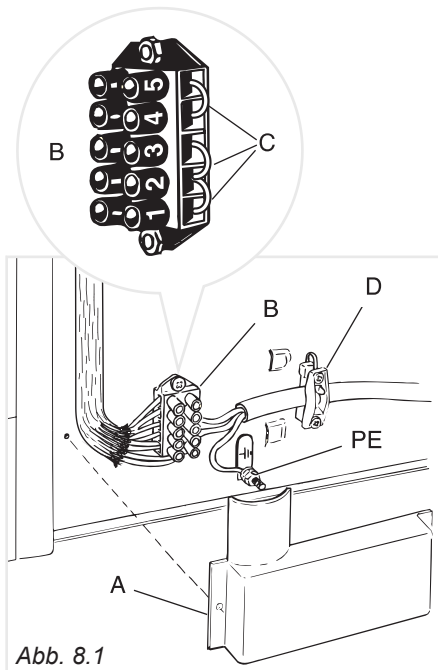
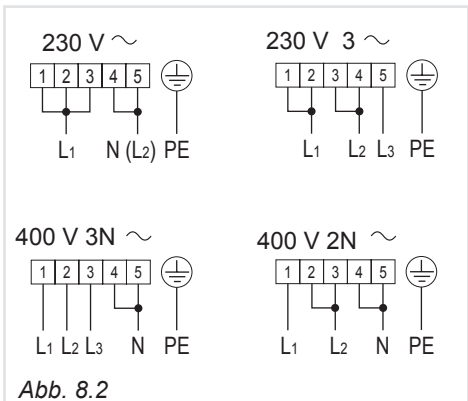

Abb. 8.1
Abb. 8.2
- Die Brücken "C" auf dem Klemmbrett "B" (Abb. 8.1) anbringen, wie im Schema 8.2 angegeben.
- Die einzelnen Phasen an das Klemmbrett "B" nach dem Schema in Abb. 8.2 und den Schutzleiter an die Klemme "PE" (Abb. 8.1) anschließen.